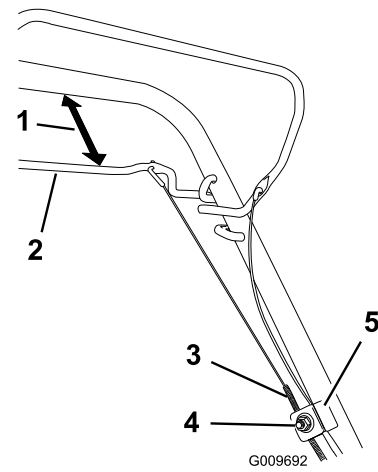

Рисунок 29
1. Ослабьте гайку держателя троса (Рисунок 29).
2. Установите между скобой самоходного привода и рукояткой зазор величиной от 25 до 38 мм (Рисунок 29).
3. Вытягивайте оболочку троса (к газонокосилке), пока в тросе не появится слабина (Рисунок 29).